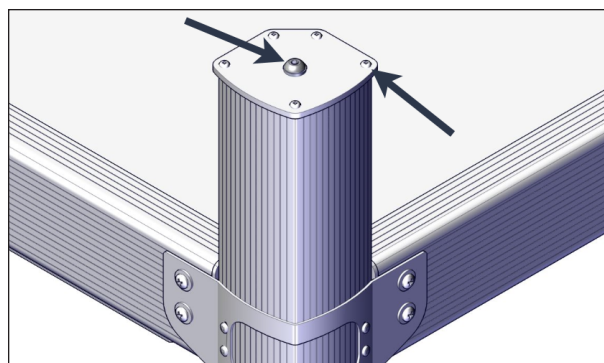

FIGURE 77: RETRAIT DES VIS
3. Retirer les cinq vis de la plaque supérieure de chaque colonne, voir Figure 77.
4. Retirer la vis centrale et la douille de chaque colonne. Garder les plaques supérieures, les vis et les douilles en lieu sûr, voir Figure 77.